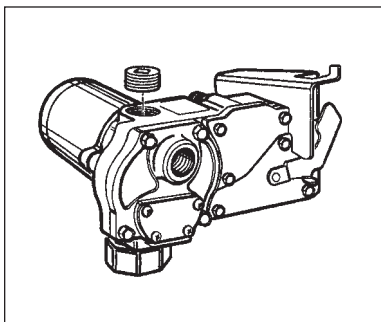

Figura 8
- El uso de un trinquete o extensión, quite el tapón de la tubería desde el puerto de salida superior. (Figura 8)